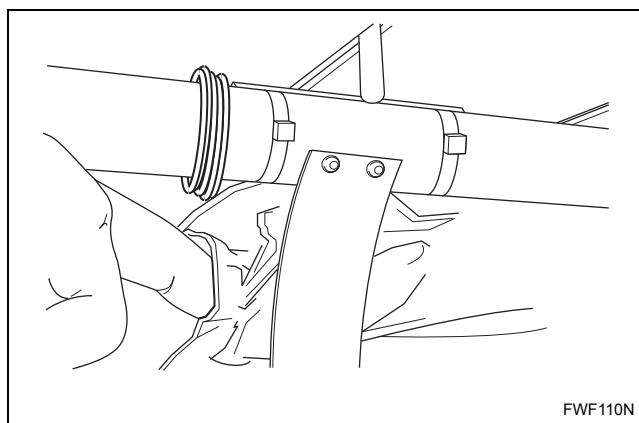
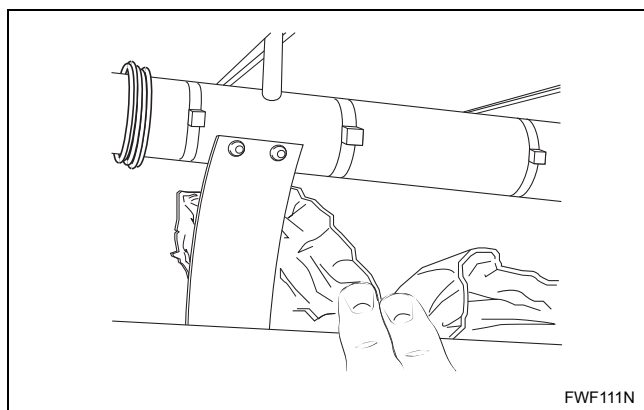
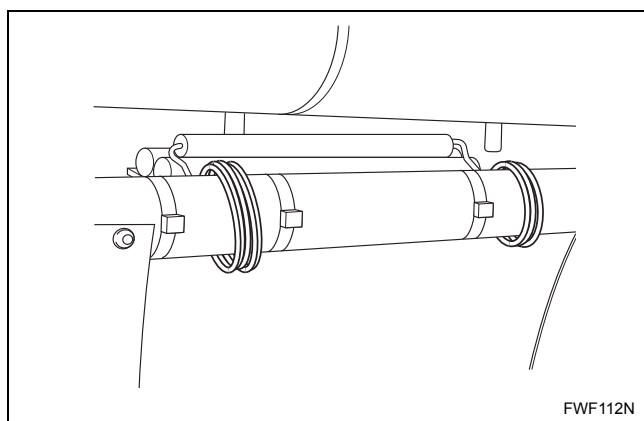

Figura 9
Figura 10
Figura 11
- b. Rimuovere manualmente la carta di protezione. Prestare particolare attenzione intorno alla lama di separazione e al sensore di temperatura. Vedere la *Figura 9*, *Figura 10* e la *Figura 11*.